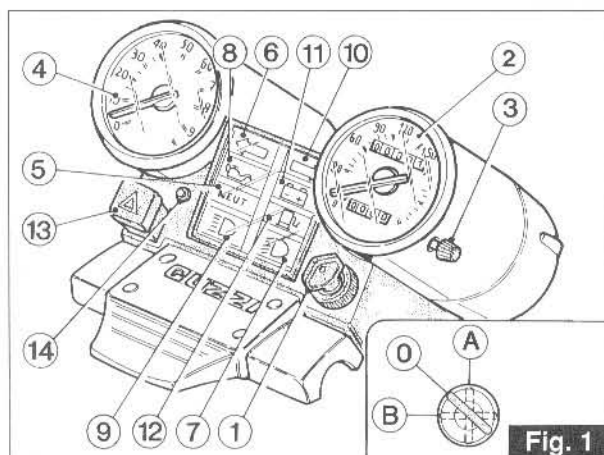

Fig. 1
Tableau de bord (fig. 1)
Instrumentenbrett (Abb. 1)
Avec la clé «1» de fig. 1 (position «ON»), le moteur est prêt au démarrage.
Quand le moteur est arrêté, tourner la clé du commutateur de fig. 1 vers la gauche jusqu'à le signe «OFF», puis retirer la clé.
Beide Schalter sind auf der rechten Seite des Lenkers montiert. Befindet sich der Schlüsselumschalter «1» in Abb. 1 (in Schaltstellung «ON»), ist das Fahrzeug startbereit.
■ den Schalter «B» nach Stellung (OFF) verschieben. Steht der Motor, ist der Zündschlüssel wie in Abb. 1 im Gegenuhrzeigersinn bis zur Stellung «OFF» zu drehen, sodann den Schlüssel abziehen.